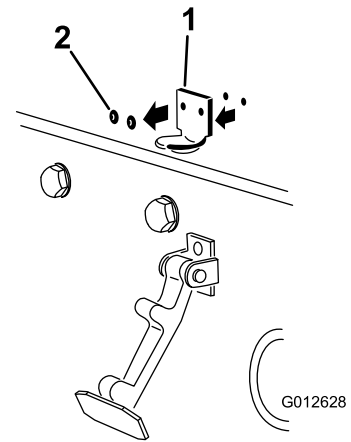

Рисунок 7
2. Извлеките 2 заклепки, которые крепят кронштейн защелки капота (Рисунок 7). Снимите кронштейн защелки капота с капота.